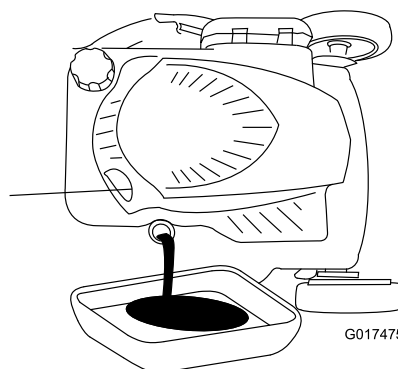

Figure 37
5. Inclinez la tondeuse sur le côté (jauge en bas) pour vidanger l'huile usagée par le goulot de remplissage (Figure 37).